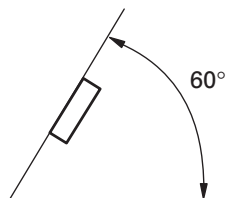

Fig. 11
- L'angle de l'installation, ne doit pas dépasser 60° par rapport à l'horizontale, faute de quoi l'unité ne fournira pas ses performances optimales. (Fig. 11)